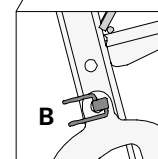

Fig. A7.31a
6. Install linch pin in Position B. (Fig. A7.31a)